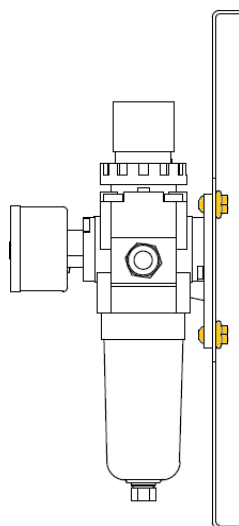

Рис. 10. Монтаж крепежной пластины на блок подготовки воздуха
- болтов и двух гаек с шайбами, входящих в комплект поставки (рис. 10, желтые).